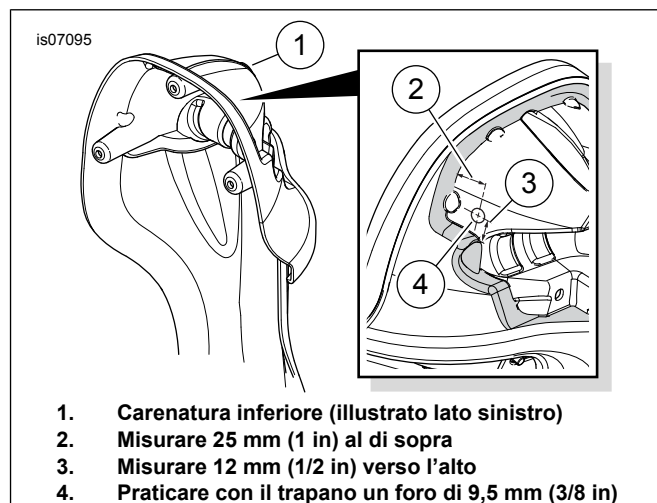

Figura 4. Eseguire con il trapano un foro per il filo dell'altoparlante nella carenatura inferiore
- Rimuovere il cassetto portaoggetti, lo sportello e l'ormeggio (F) dalla carenatura inferiore (E) secondo le istruzioni di smontaggio del manuale di manutenzione. Conservare le viti (J).
- Rimuovere lo sportello di sfiatione (H) dal cassetto portaoggetti, annotandosi l'ordine e l'orientamento delle parti di fissaggio.
- Installare lo sportello di sfiatione sulla **nuova** sede dell'altoparlante (4) di **questo** kit con le parti di fissaggio nello stesso ordine e nello stesso orientamento seguiti nella rimozione. Serrare il dado bloccante (I) secondo le istruzioni del manuale di manutenzione.
- Fissare la sede dell'altoparlante alla carenatura inferiore con le tre viti (J) rimosse al Punto 1a. Serrare le viti ad una coppia di 2,3–2,8 N·m (20–25 **in-lbs**).
- Vedere Figura 4. Sulla parte superiore della carenatura (1), misurare circa 25 mm (1.0 in) al di sopra (2) e 12 mm (0.5 in) verso l'alto (3) a partire dalla flangia di accoppiamento del coperchio della carenatura inferiore (area ombreggiata) ed eseguire con il trapano un foro (4) da 9,5 mm (3/8 in) nel vano portaoggetti lato interno della parete e nell'alloggiamento degli altoparlanti. Vedere Figura 10. Installare un occhiello (8) nel foro della parete del cassetto portaoggetti.
- Dalla parte interna, disporre i fili di terminazione del cablaggio (6) di un altoparlante posto sulla carenatura inferiore attraverso l'ampia apertura sulla parte anteriore della sede dell'altoparlante e attraverso l'occhiello sulla parete del cassetto portaoggetti.